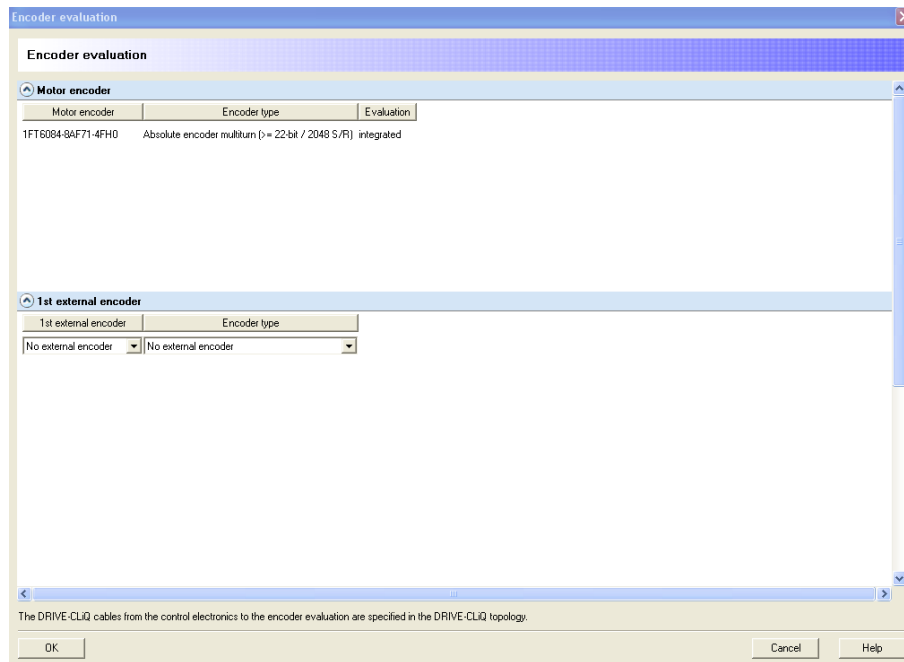

Figura 3.2.77 “Encoder evaluation”
- *Encoder evaluation*: pulsando su respectivo icono aparecerá la pantalla mostrada en la figura 3.2.77, en la que se confirmara que la evaluación del encóder será de encóder integrado en el motor, ya que no se ha configurado ningún tipo de encóder externo.